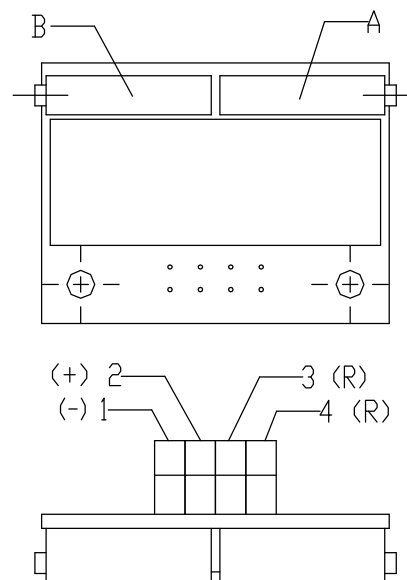

Рис.6
4.4.1 EPV - 2-проводниковое включение (рис.6)
- Установите датчик сопротивления на основании инструкций в предыдущей главе так, что величину сопротивления измеряйте на клеммах R-R (рис.6). (*употреблен датчик с сопротивлением 100Ω*).
- Поворачиванием устанавливающего триммера А (рис.6) установите величину выходного сигнала тока, измеряемого на клеммах 81-82, на величину 4 мА.
- Поворачиванием устанавливающего триммера В (рис.6) установите величину выходного сигнала тока, измеряемого на клеммах 81-82, на величину 20 мА.